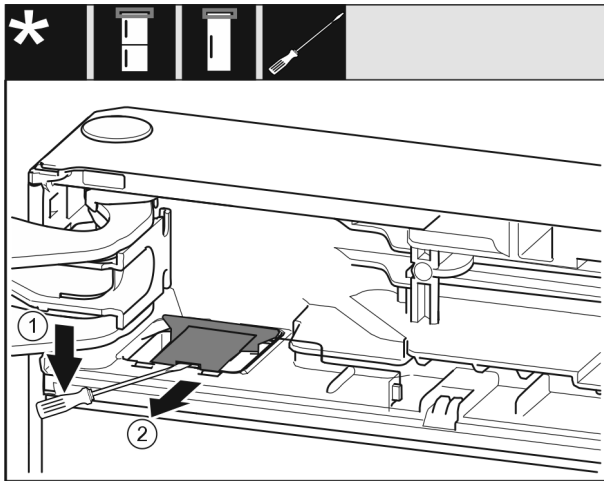

Fig. 11
- ▶ Mit einem Schlitzschraubendreher die Abdeckung Fig. 11 (1) ausrasten.
- ▶ Abdeckung Fig. 11 (2) herausnehmen.